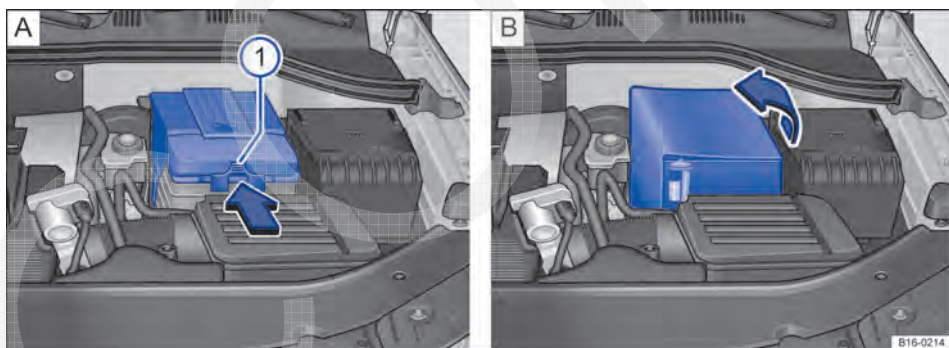

Fig. 201 Bateria do veículo 12 V no compartimento do motor: **A** variante 1: remover a cobertura de plástico. **B** Variante 2: rebater a guarnição flexível.
- Com uma cobertura de plástico: pressionar sobre a tira → Fig. 201 no sentido da seta e retirar a cobertura para cima.
- Com uma guarnição flexível: rebater a cobertura para cima no sentido da seta → Fig. 201 .